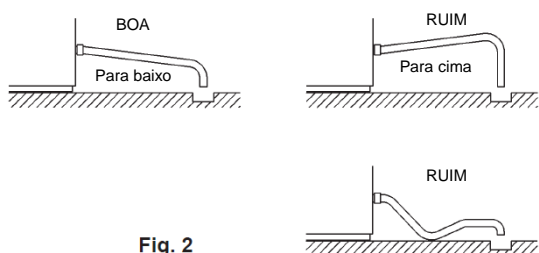

Fig. 2
* Para prevenir um refluxo no compartimento de armazenamento, a mangueira de saída deve ser colocada conforme mostrado na Fig. 2.